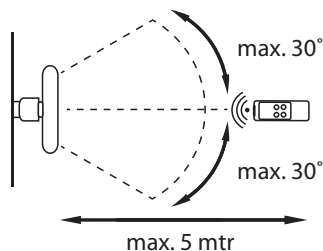

Abbildung 3
- Der Abstand zwischen dem Ventilator und der Fernbedienung sollte nicht größer sein als 6 Meter (siehe Abbildung 3).
- Richten Sie die Fernbedienung auf den Ventilator und sorgen Sie für einen Richtungswinkel von weniger als 30 Grad (siehe Abbildung 3).